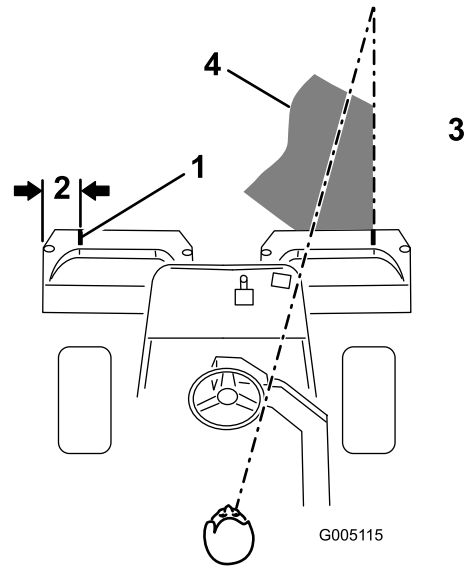

图 9
2. 在每个斗的外沿并行粘一个白色胶带或画一条线(图 9)。